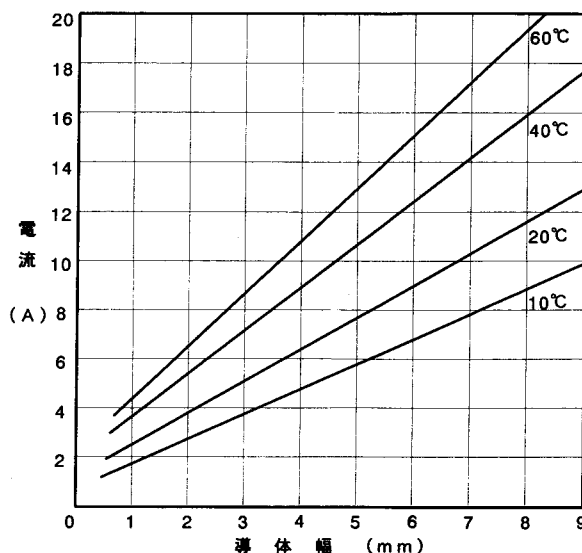

図1 銅箔厚 $35\mu\text{m}$ における許容電流対導体幅特性
(4) パターン幅
①～④端子ピンに接続されるパターンには、接続されるパワーモジュールにより、0～20A の電流が流れますので、基板パターン幅が細すぎますと電圧降下を生じ基板の発熱が大きくなります。電流とパターン幅の関係は、基板の材質、導体の厚さ、パターンの許容温度上昇等によって変わりますが、ガラスエポキシ基板で銅箔厚 $35\mu\text{m}$ の場合の一例を図1に示します。
なお、図1の特性は基板メーカーによって異なりますので、設計する際は必ずご確認ください。